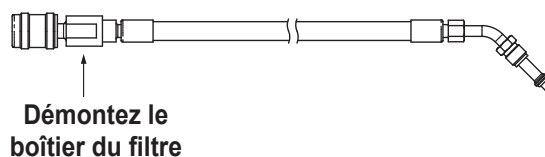

Figure 27
2. Démontez le tuyau de remplissage du réservoir au niveau du boîtier du filtre comme illustré sur la Figure 27.